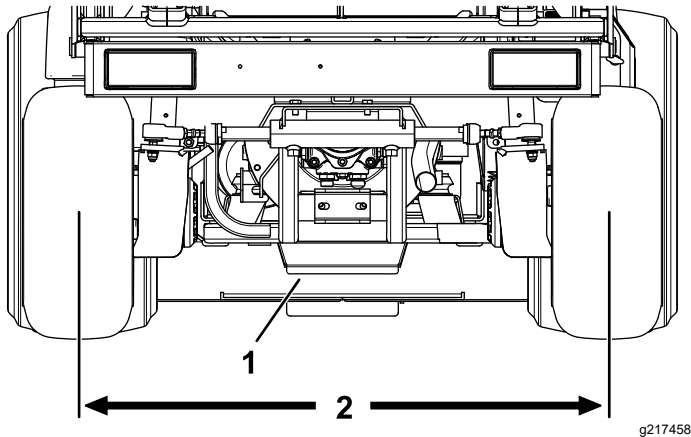

Bild 83
2. Stellen Sie die beiden Spurstangen so ein, dass der Abstand von Mitte zu Mitte an der Vorder- und der Rückseite der Hinterräder gleich ist (Bild 83).